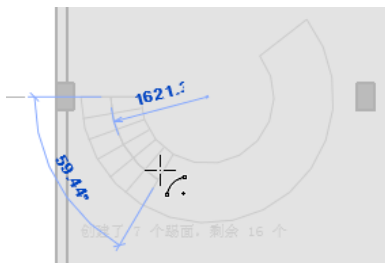

图 12-19 指定中心和半径 (2)
(1) 打开楼梯文件，单击“建筑”选项卡“构建”面板“楼梯”按钮，打开“修改|创建楼梯”选项卡和选项栏。
(2) 单击“构件”面板中的“梯段”按钮和“圆心—端点螺旋”按钮，在选项栏中设置“定位线”为“楼梯：中心”，“偏移”为“0.0”，“实际梯段宽度”为“1000.0”，并勾选“自动平台”复选框和“改变半径时保持同心”复选框。
(3) 在绘图区域中指定螺旋梯段的中心点，移动鼠标指针以指定梯段的半径，如图 12-19 所示。